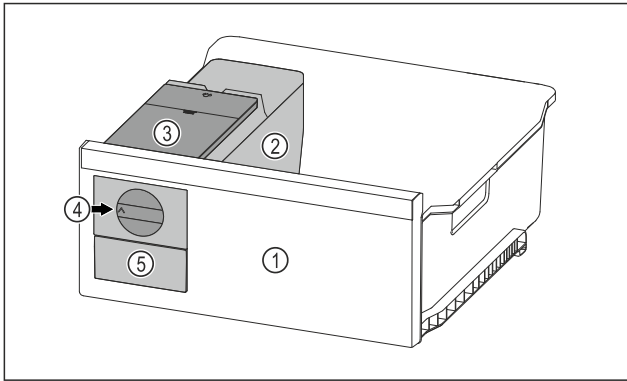

Fig. 90 Примерное изображение
- ▶ Поверните поворотную кнопку Fig. 90 (4) по часовой стрелке до упора.
- ▷ Кубики льда упадут из ванночки для кубиков льда в выдвижной ящик для кубиков льда Fig. 90 (5). Если не все кубики льда извлекаются из ванночки для кубиков льда: